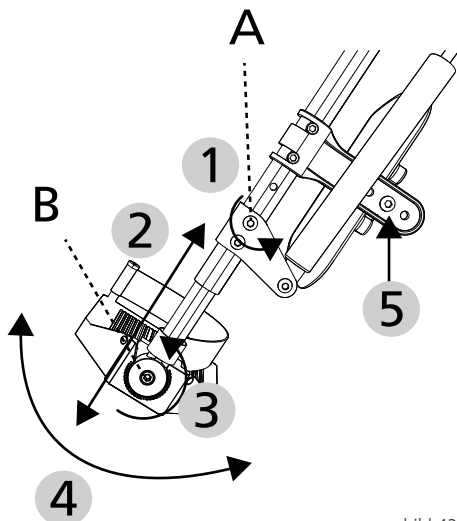
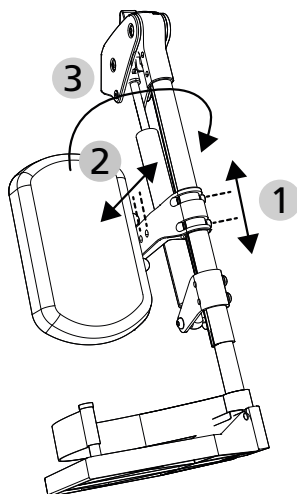

bild 43
bild 44
Innan första användning måste vadvadderingen monteras. Använd de medföljande 5 mm insexskruvarna och muttrarna och montera vadderingen i det tredje positioneringshållet på vadvadderingsfästet (se 5, bild 43/bild 44, s. 36).
1. För att ställa in längden, lossa insexskruven 4 mm (A, bild 43) med några få varv (1, bild 43) men lossa den inte helt.
2. Dra/skjut sedan fotplattan till önskad längd (2, bild 43). Beakta minsta avstånd om 40 mm mellan fotplatta och golv. Den minimala och maximala utdragningslängden visas på skalan på röret.
3. Dra åt skruven (A, bild 43) igen. Beakta att skruven kommer att gå in i den innerliggande monteringskenan.
1. Lossa 5 mm insexskruven (B & 3, bild 43).
3. Sätt in fotplattan igen i önskad vinkel (4, bild 43).
1. Lossa de två 5 mm insexsskruvarna på fästet för att ställa in höjden. Skruvarna fixeras i hålen igen efter inställningen i steg om 30 mm (1, bild 44).
2. Lossa den 5 mm insexsskruven för att ställa in djupet. Skruven fixeras i hålet igen efter inställningen i steg om 20 mm (2, bild 44).
Vadvadderingen går att svänga utåt med fästet för att avlasta vaden och ge mer plats åt benet (3, bild 44).